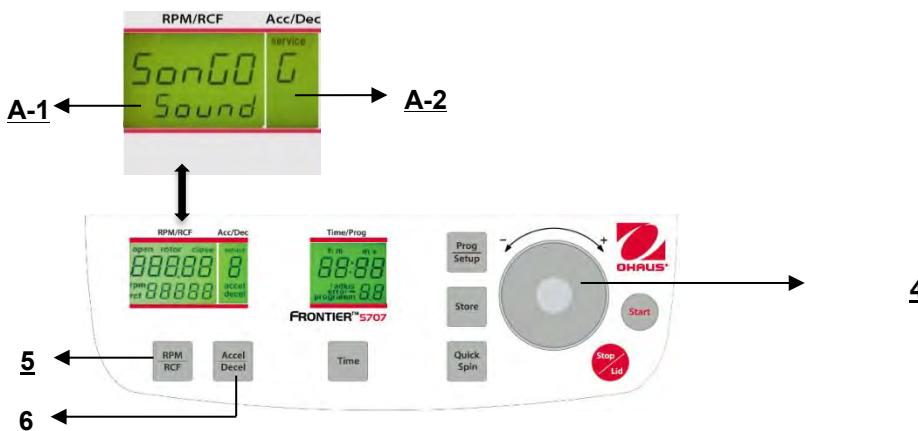

Figura. 31
Proceda como se describe en el punto 4.1.2 para ingresar en este modo de programa y luego presione el botón "Accel/Decel" (6). En la pantalla "Acc/Dec" (A-2) destella la palabra "Service". Ahora seleccione la letra "U" con el dial de ajuste (4). Como resultado, en la pantalla "RPM/RCF" (A-1) aparecen las palabras "Vol=0- 9/Sound". Después de presionar el botón "RPM/RCF" (5), puede ajustar el volumen deseado entre 0 (bajo) y 9 (alto) con el dial de ajuste (4) (vea la Figura 31).
Proceda como se describe en el punto 4.1.2 para ingresar en este modo de programa y luego presione el botón "Accel/Decel" (6). En la pantalla "Acc/Dec" (A-2) destella la palabra "Service". Ahora seleccione la letra "G" con el dial de ajuste (4). Como resultado, en la pantalla "RPM/RCF" (A-1) aparece la palabra "SonGo/Sound". Despues de presionar el botón "RPM/RCF" (5), puede seleccionar una melodía con el dial de ajuste (4). (Vea la Figura 31).